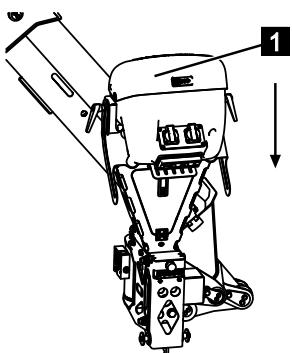

Abb. 225
3. Die Steuereinheit (Abb.225/1) in Pfeilrichtung herunter schieben.